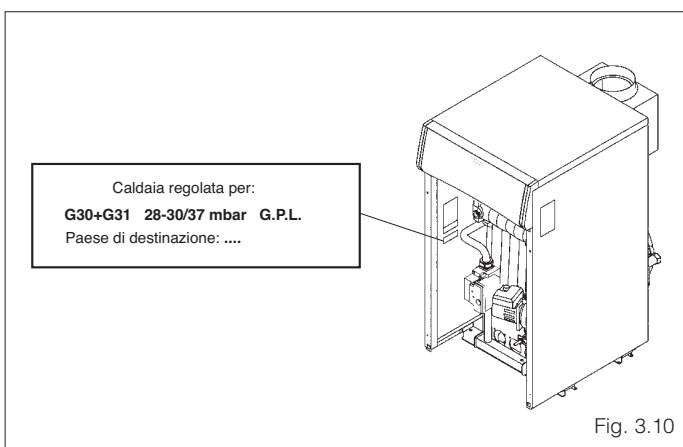

Fig. 3.10
- Applicare la targhetta (GPL), fornita a corredo della caldaia, nella parte interna della mantellatura (fig. 3.10)
- Togliere le targhetta per METANO (G20) presenti all'esterno e all'interno della mantellatura (fig. 3.10).